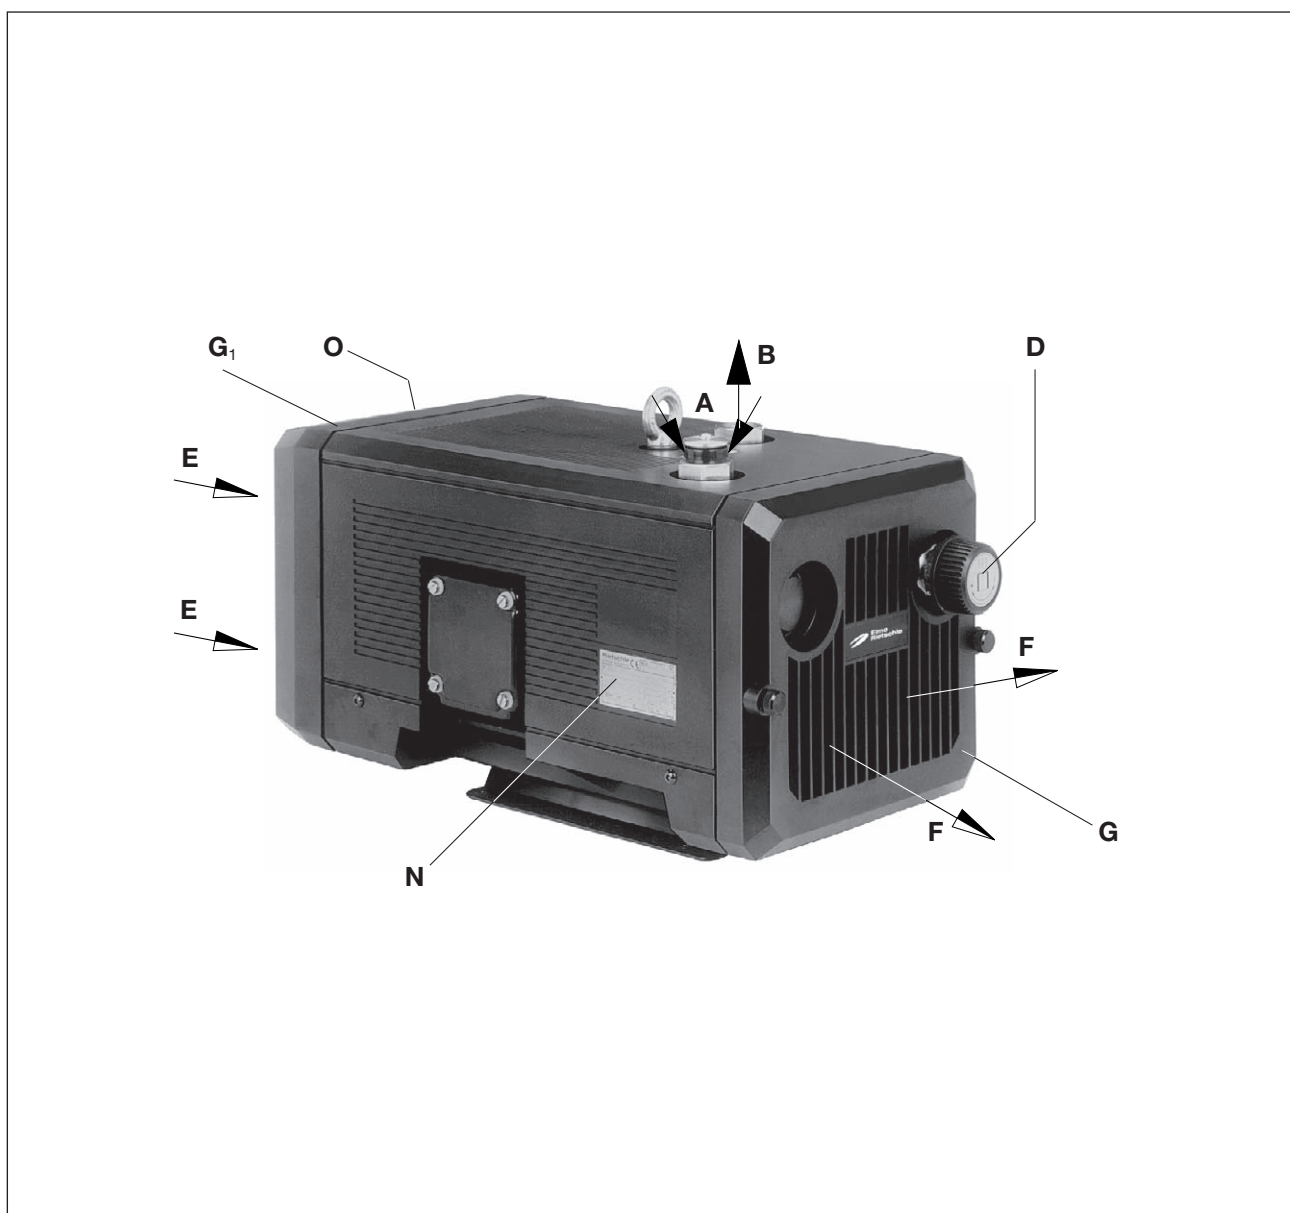
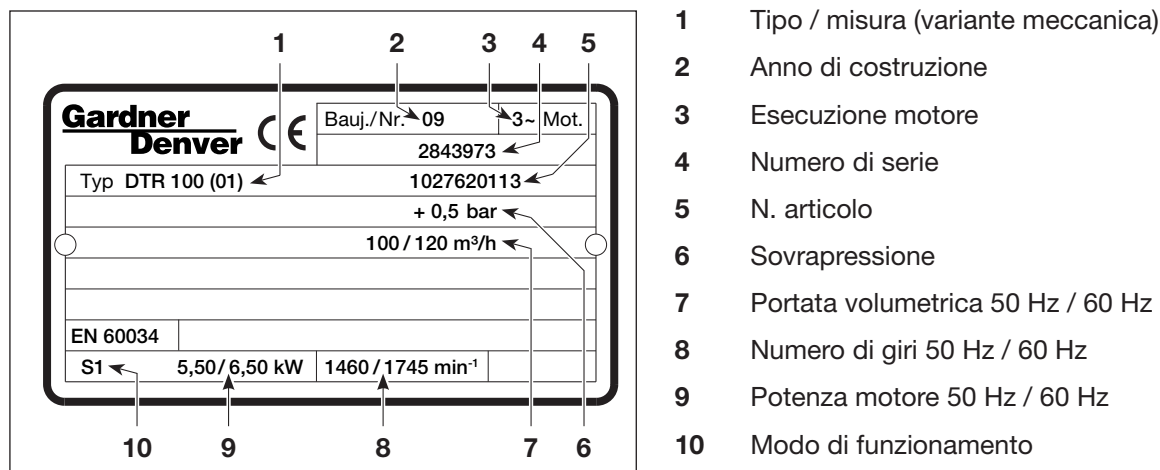

Fig. 2 Compressore V-DTN
Fig. 3 Targhetta dati (esempio)
Il motore e il compressore hanno un albero in comune. La valvola di regolazione della pressione (Fig. 2/D) consente di regolare la pressione sul valore desiderato, limitato verso l'alto.
I rotori-compressori a secco da V-DTR 6 a V-DTR 40 sono adatti per la generazione di sovrappressione fra 0 e il valore massimo (bar) indicato sulla targhetta dati (Fig. 2/N). È possibile un funzionamento continuo.
Per smontare la griglia di scarico (Fig. 2/G), la griglia di aspirazione (Fig. 2/G₁) e il coperchio del corpo (Fig. 3/b), per la manutenzione prevedere almeno 30 cm di spazio. Inoltre, gli ingressi (Fig. 2/E) e le uscite (Fig. 2/F) dell'aria di raffreddamento devono avere una distanza di almeno 10 cm dalle pareti vicine (l'aria di raffreddamento fuoriuscita non deve essere riaspirata).
- a) Collegamento pressione (Fig. 2/B).
Gli ambiti di pressione necessari possono essere impostati con la valvola di regolazione della pressione (Fig. 2/D) in base alla targhetta simboli della manopola di regolazione.
- a) I dati elettrici del motore sono indicati sulla targhetta dati (Fig. 2/N) o sulla targhetta dati motore. I motori sono conformi a DIN EN 60034 e sono eseguiti con classe di protezione IP 55 e classe isolamento F. Lo schema di collegamento è situato nella morsettiera del motore (non si applica nella versione con collegamento a spina). I dati del motore devono essere confrontati con quelli della rete di alimentazione usata (tipo corrente, tensione, frequenza di rete, amperaggio ammesso).
- ▷ Il senso di rotazione previsto dell'albero di azionamento è contrassegnato dalla freccia (Fig. 2/ O) sulla flangia motore.